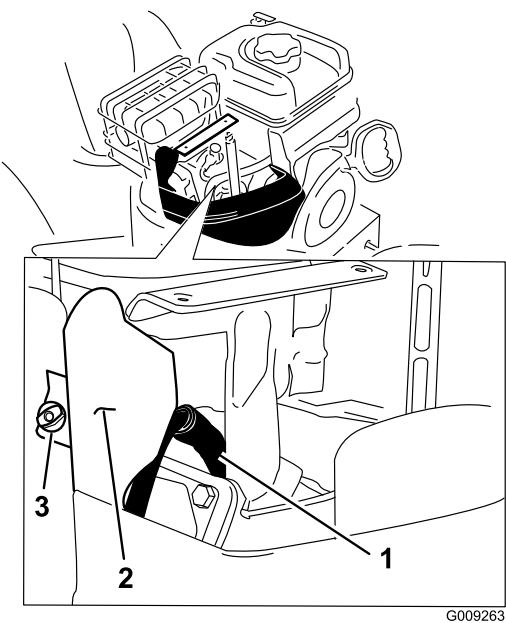

Figure 56
- Enlevez la vis à oreilles du support et le support (Figure 56).
- Nettoyez la surface autour de la base de la bougie (Figure 56).